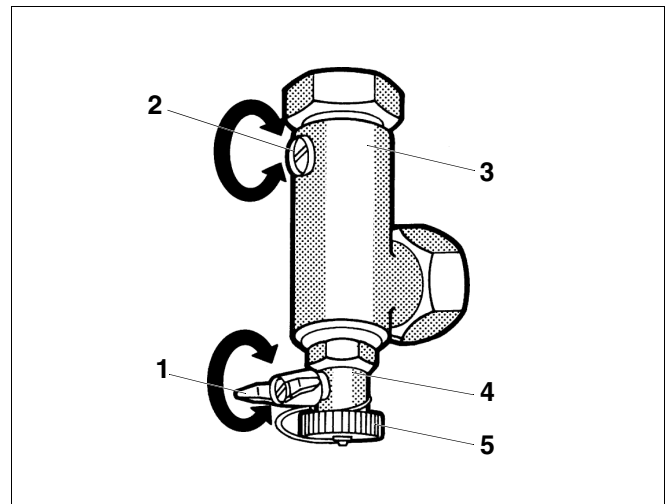

Abb. 14 Eckrückschlagventil
- Schraubenschlitz der Stellschrauben (Abb. 14, Pos. 2) des Eck-Rückschlagventiles in senkrechte Stellung (immer geöffnet) bringen (Abb. 14).
- Verschlussdeckel (Abb. 14, Pos. 5) des Füllhahnes abschrauben, Füllschlauch aufschrauben und Knebel (Abb. 14, Pos. 1) des Füllhahnes in senkrechte Stellung bringen (öffnen).
- Anlage am Füllhahn (Abb. 14, Pos. 4) ca. 1/2 Minute lang langsam füllen.
- Schraubenschlitz der Stellschraube (Abb. 14, Pos. 2) des Eck-Rückschlagventiles in waagerechte Stellung (Betriebszustand) bringen.
- Anlage am Füllhahn (Abb. 14, Pos. 4) weiter füllen.
- Sobald die Anlage gefüllt ist, Knebel (Abb. 14, Pos. 1) des Füllhahnes (Abb. 14, Pos. 4) in waagerechte Stellung bringen, Füllschlauch abschrauben und Speicher-Ladepumpe einschalten. Bei Inbetriebnahme muss die Pumpe auf der höchsten Stufe eingestellt sein.